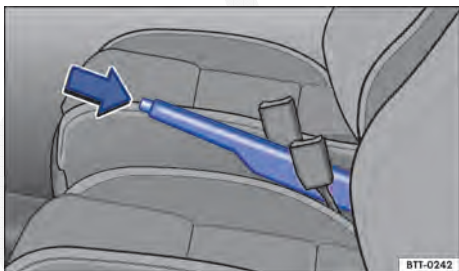

Fig. 152 Entre os assentos dianteiros: freio de estacionamento.
- Puxar a alavanca um pouco para cima e pressionar o botão bloqueador ⇒ Fig. 152 (Seta).